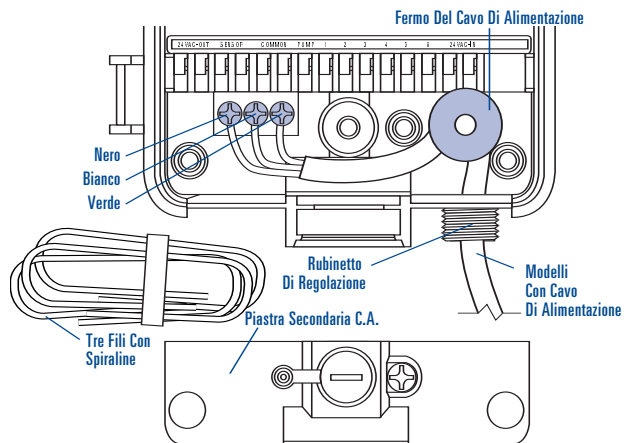

Figura A4: Rimozione del cavo di alimentazione
- Allentare la vite sul dispositivo di fissaggio del cavo di alimentazione unitamente alle tre viti sulla morsettieria, quindi estrarre completamente il cavo di alimentazione. [Vedere la Figura A4]